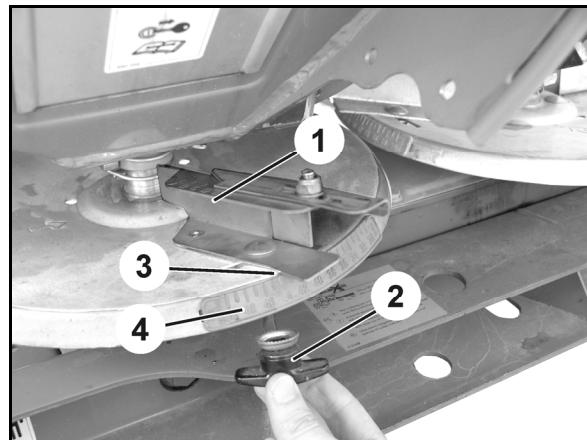

Fig. 80
5. Grensespredeskiven (Fig. 80/1) monteres på spredeskiven ved hjelp av vingemuttere (Fig. 80/2).
6. Sett avlesekanten (Fig. 80/3) på riktig bokstav i skalaen (Fig. 80/4) og still inn i henhold til spredetabellen før vingemutrene (Fig. 80/2) trekkes godt til igjen.